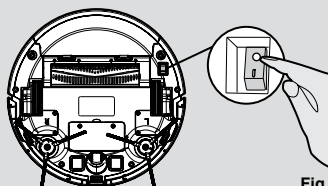

Fig. 9
Slå på støvsugerroboten med på/av-knappen på bunnen (1). [Fig. 9] Sett den ned foran ladestasjonen.
1. Trykk på PÅ/AV-strømknappen på bunnen av roboten. [Fig. 9]